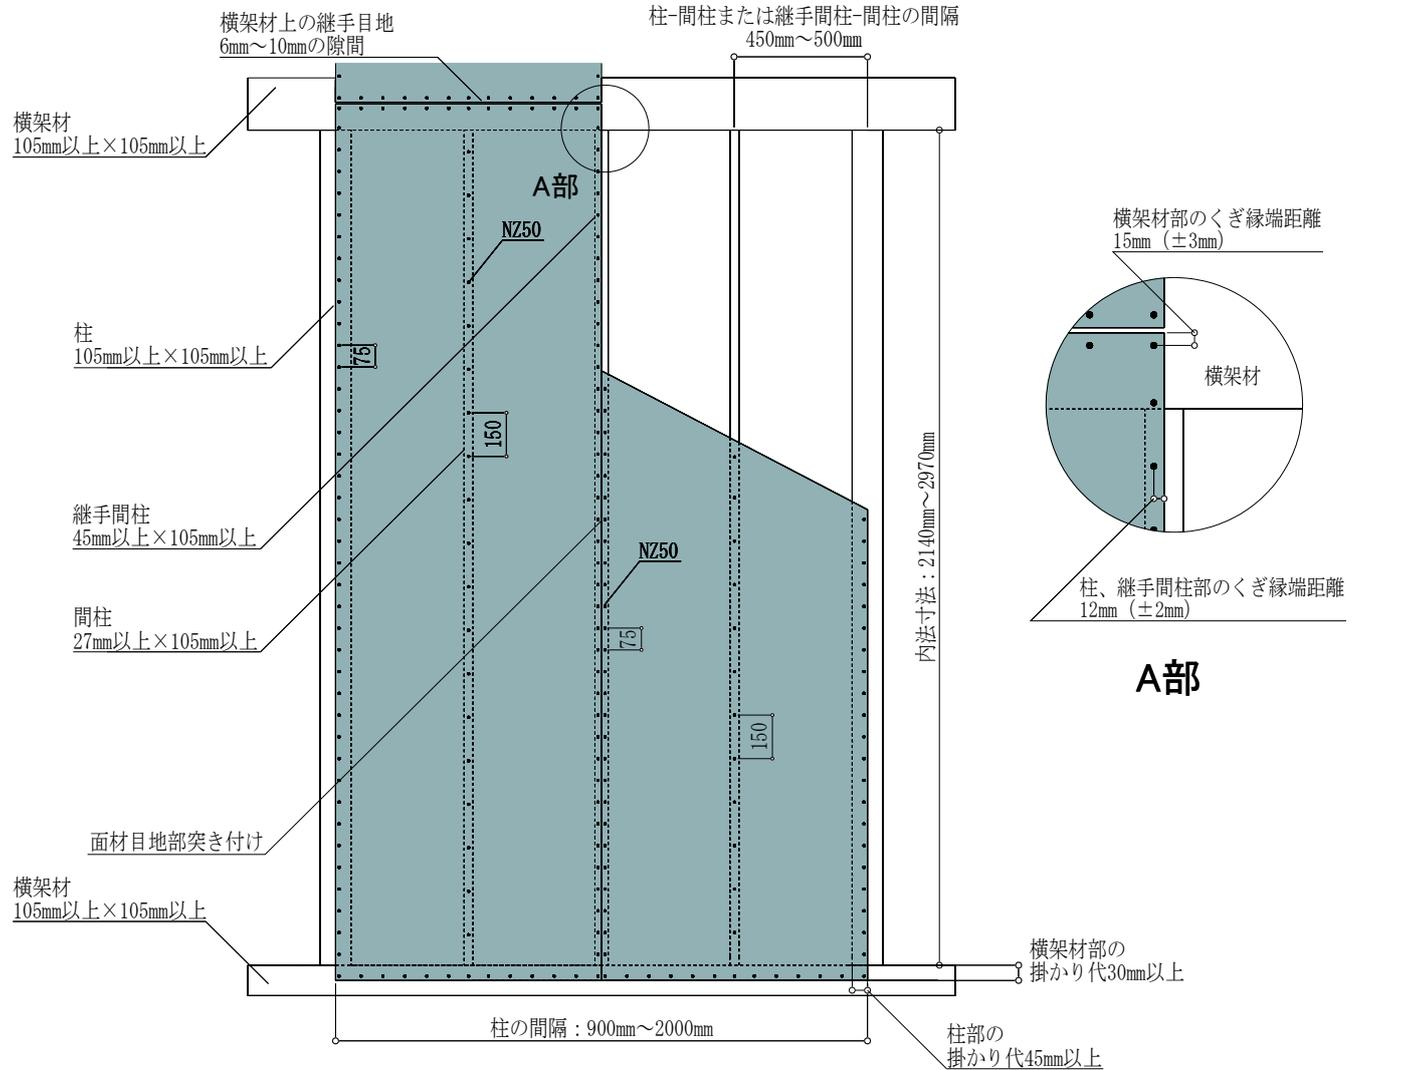

図6 標準仕様 (FRM-0678 : 2.7倍) 施工概略図 (2Pの場合)
施工においては、図6および注意事項に記載の内容を遵守してください。
- ・タイガーEX ハイパーは、原則1枚張りとし、縦継ぎ張りについては、P30「⑨縦継ぎ張りについて」をご確認ください。
- ・図6は2Pの施工例となっておりますが、1Pの場合も耐力壁とできます。